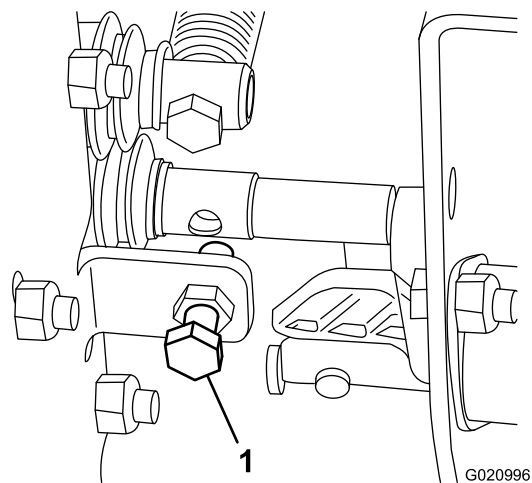

Figura 24
- Se la velocità di sollevamento della macchina è troppo bassa o troppo alta regolare il bullone indicato in Figura 24.